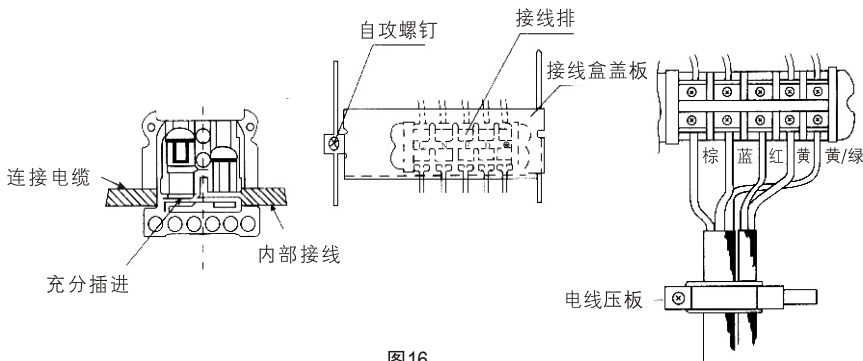

图16
- 连接电缆连接结束后，必须按图16所示装上接线盒盖板。
(2) 电线连接顺序
- 分别按不同的线色充分插入相应规定的端子孔内并牢牢固定，如图15及图16所示。